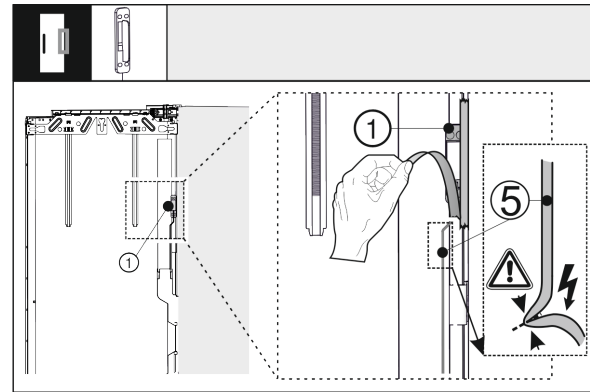

Fig. 41
- Klopfsensor Fig. 41 (1) von der Außentür lösen. Das Verbindungskabel Fig. 41 (5) nicht beschädigen.